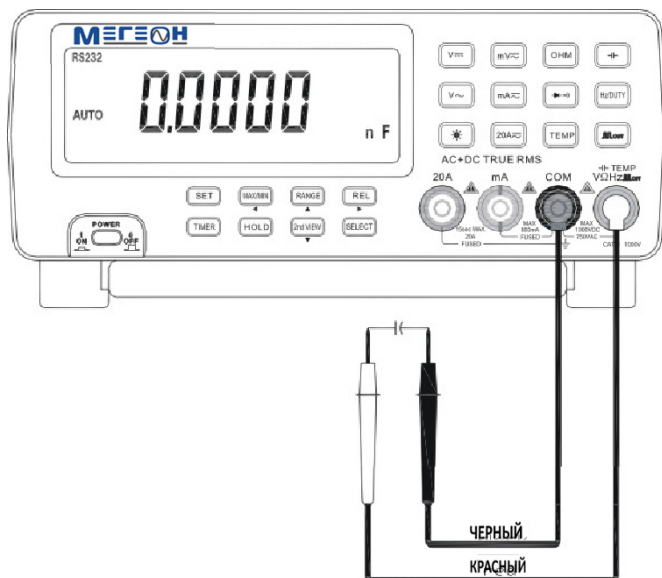

Рисунок 12. Измерение электрической емкости.
- Способ измерения представлен на Рис. 12.